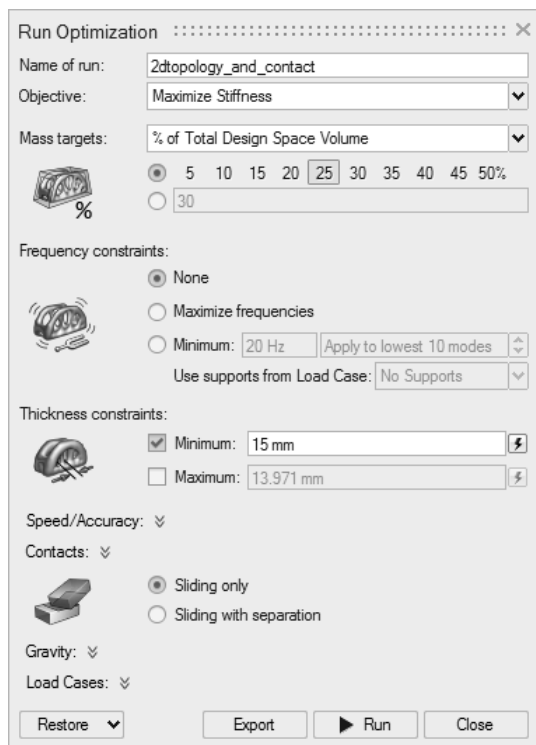

图 14-26
8) 单击优化图标上的 ▶ 按钮，将质量目标设置为 25%、最小厚度设置为 15mm，如图 14-26 所示。